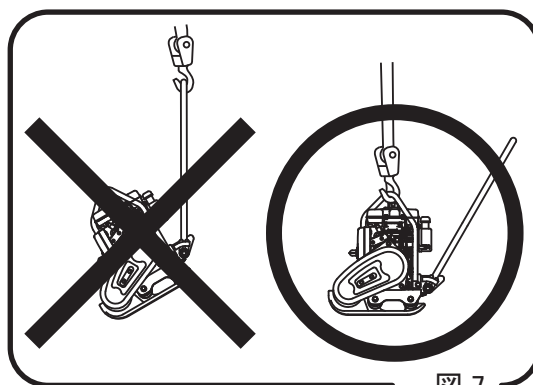

図 7
- 5 吊り上げの際は必ずガードフックに吊り上げ具を引掛けて下さい。ハンドルに吊り上げ具を引掛けての吊り上げは絶対に行わないで下さい。(図7)